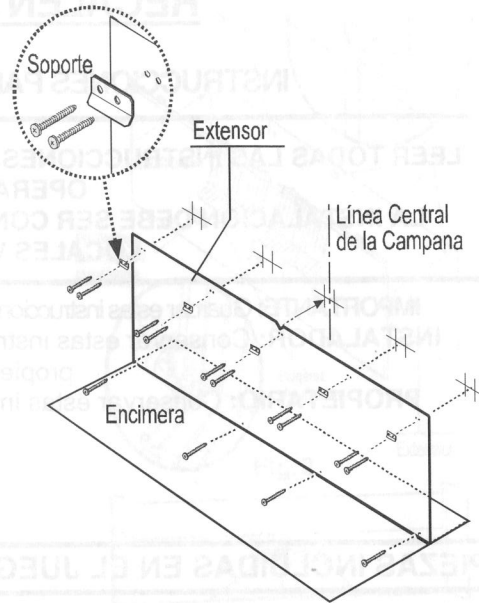

Fig. 1
- 1) Establecer la línea central de la campana. Dibujar una línea vertical a lo largo de la línea central. Véase Fig 1.
- 6) Volver a colocar el extensor y sujetarlo con los tornillos (en dotación) en la parte inferior y los tornillos y soportes en la parte superior (véase Fig. 1). No apretar demasiado los tornillos ya que se puede deformar el panel.
- 1) Establecer la línea central de la campana. Dibujar una línea vertical a lo largo de la línea central, marcar un punto en la línea central. Véase Fig 1. Marcar un punto en la línea central a una distancia A (véase tabla 1) desde la parte inferior de la campana. Trazar una línea horizontal en este punto.
- 3) Marcar en la pared los orificios de la parte superior del extensor. No marcar los orificios de la parte inferior del extensor (véase Fig 1)
- 6) Colocar los soportes de la manera indicada en la Fig 1 (pero sin extensor) y sujetar con los tornillos en dotación.